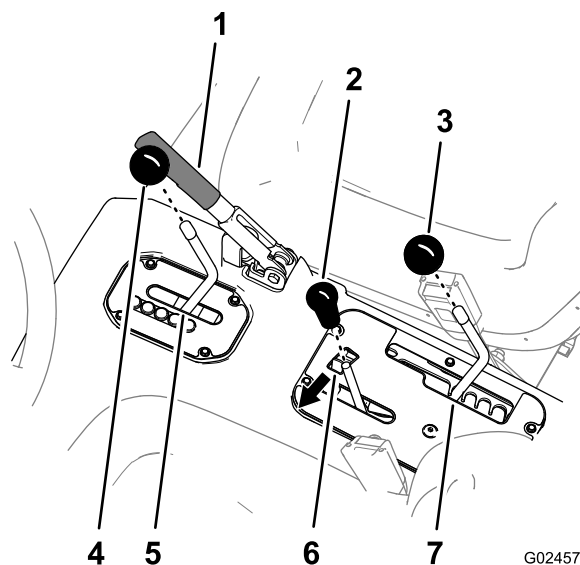

Рисунок 4
1. Снимите все рукоятки рычагов пульта и рычага переключения передач, отвернув их против часовой стрелки (Рисунок 4).